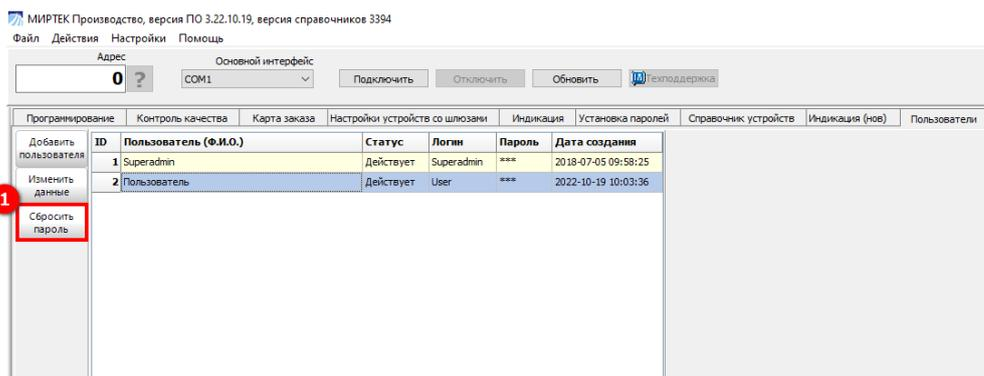

Рисунок 34 – Сброс пароля для пользователя
Кнопка **Сбросить пароль** (1) (см. рисунок 34) позволяет осуществить сброс пароля для выбранного пользователя.